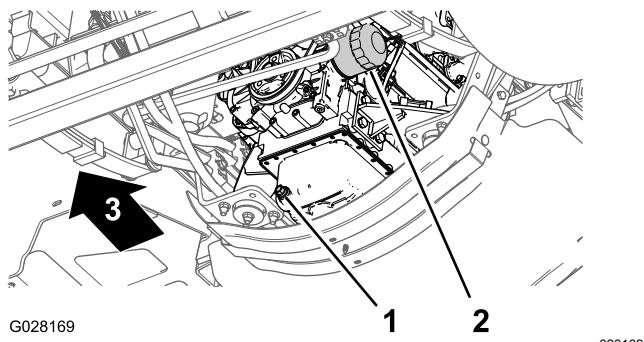

Bild 79
- Fluchten Sie eine Auffangwanne unter dem Motorölfilter aus (Bild 79).
| 4. Entfernen Sie den alten Ölfilter (Bild 79). | |
- Setzen Sie den Ölfilter in den Filteradapter ein und drehen Sie den Ölfilter nach rechts, bis die Gummidichtung den Filteradapter berührt. Ziehen Sie den Filter dann um eine weitere halbe Umdrehung an (Bild 79).
1. Stellen Sie eine Auffangwanne unter die Ablassschraube (Bild 79).
2. Nehmen Sie die Ablassschraube (Bild 79) ab und lassen Sie das Öl vollständig ablaufen.